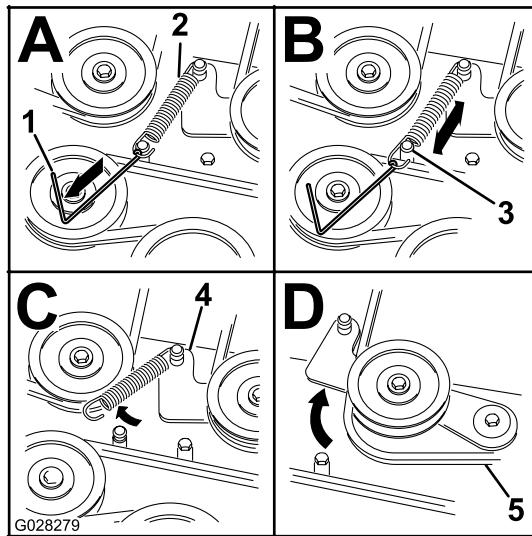

Figura 62
8. Remova a tensão da correia da polia intermédia de mola. Consulte Figura 62.
- Nota:** Utilize a ferramenta de remoção de molas (peça Toro n.º 92-5771) para remover a mola do poste da plataforma do cortador (Figura 62).